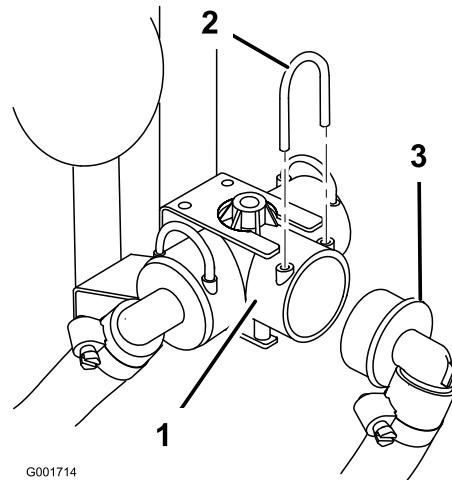

Figure 7
- Placez l'ensemble distributeur sur le côté droit de la cuve et retirez l'étrier de fixation pour séparer le flexible d'alimentation de la rampe du raccord en T d'alimentation (Figure 7).